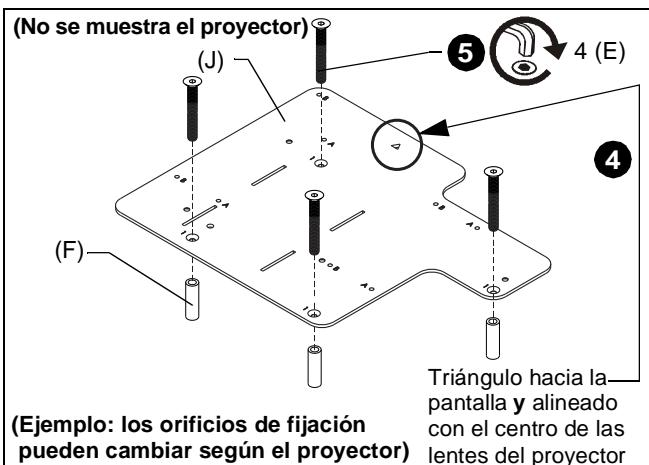

Figura 9
- Coloque cuatro separadores (F) sobre los encastres enroscados en la parte inferior del proyector.
- Coloque el soporte de acoplamiento (J) [con los orificios marcados con una "A" y una "B" de manera visible] en la parte inferior del proyector, alineando los orificios de montaje del soporte (marcados con un "1") con los separadores y los encastres enroscados de la parte inferior del proyector, asegurándose de que el triángulo del soporte apunte hacia la pantalla y esté alineado con el centro de las lentes del proyector. (Consulte la figura 9)
- Coloque cuatro tornillos de cabeza plana hexagonal M4 x 35 mm (E) en los orificios de montaje marcados con un "1", a través de los separadores (F) y dentro de los encastres enroscados. (Consulte la figura 9)